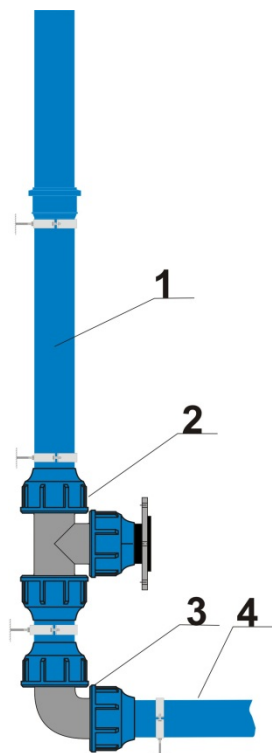
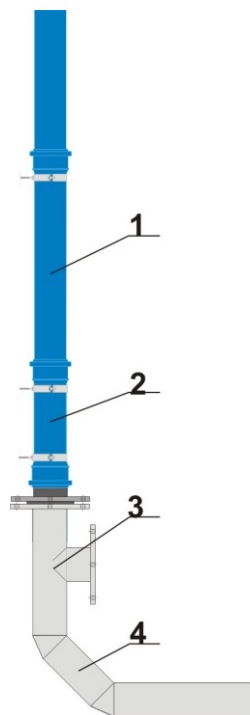

Рис. 3
Рис. 4
На рис. 3 показан пример установки ревизии и перехода водосточного стояка в горизонтальный отвод с использованием полимерных труб и компрессионных фитингов. Составные части системы: 1 и 4 – трубы SINIKON Rain Flow 100, 2 – тройник с фланцем PN 10, 3 – отвод 110x90° PN 10.
На рис. 4 показан пример установки ревизии и перехода водосточного стояка из полимерных труб D110 в горизонтальный отвод из стальных труб D108. Составные части системы: 1 – трубы SINIKON Rain Flow 100, 2 – переход с ПП на сталь с фланцем PN 10, 3 – стальной фланцевый тройник, 4 – труба стальная 108x4.
- б) С обрезанного края трубы следует снять фаску под углом 15°, применяя специальный инструмент для снятия фаски (рис. 3), либо бархатный напильник (рис. 4). Поверхность фаски должна быть гладкой во избежание повреждения кольцевого уплотнения при монтаже;